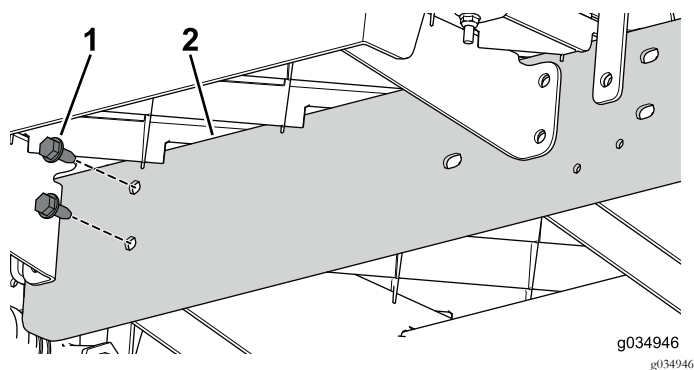

Figura 26
6. Utilice los 2 pernos (5/16" x 3/4") para sujetar provisionalmente la extensión al perfil central, en la sección delantera de la máquina (Figura 26).